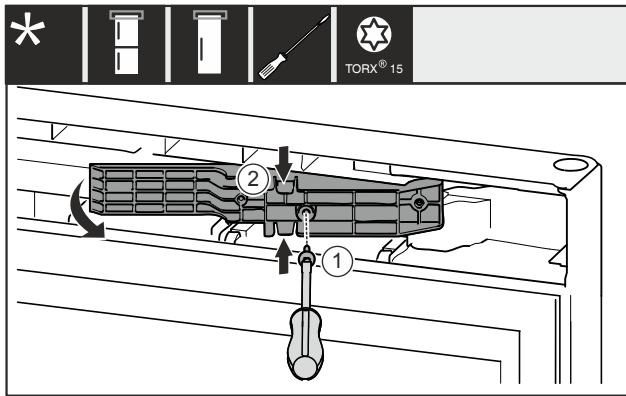

Fig. 12 *
- Retirer la vis Fig. 12 (1)*
- Compresser légèrement l'adaptateur Fig. 12 (2) par le haut et le bas et le retirer.*